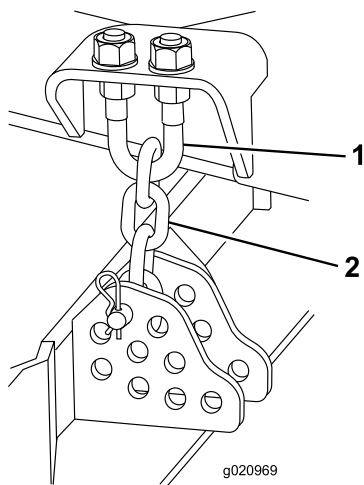

Bild 78
1. Lockern Sie die Klemmmuttern an der Ober- oder Unterseite des U-Bügels an der Schnitthöhenkette (Bild 78).